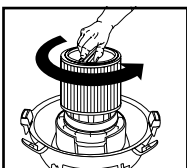

FIGURA 21
31. Para retirar el filtro para su limpieza, sostenga de nuevo la tapa del depósito y gire el retenedor del filtro en sentido contrario a las agujas del reloj para soltarlo y retirarlo. **FIGURA 21.**